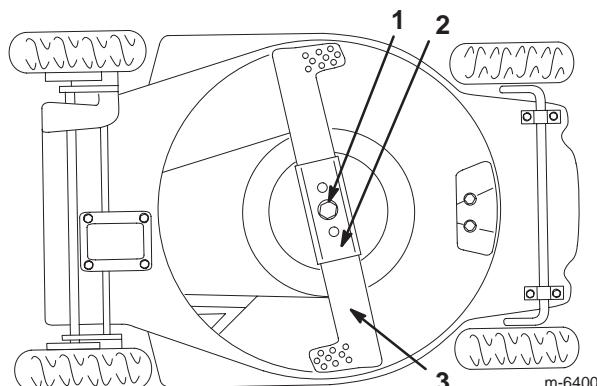

Bild 20
4. Kippen Sie den Rasenmäher auf seine linke Seite (Luftfilter hoch) (Bild 20).
2. Entfernen Sie die Messerschraube, Sicherungsscheibe, das Messer und die Messerverstärkung (Bild 20).